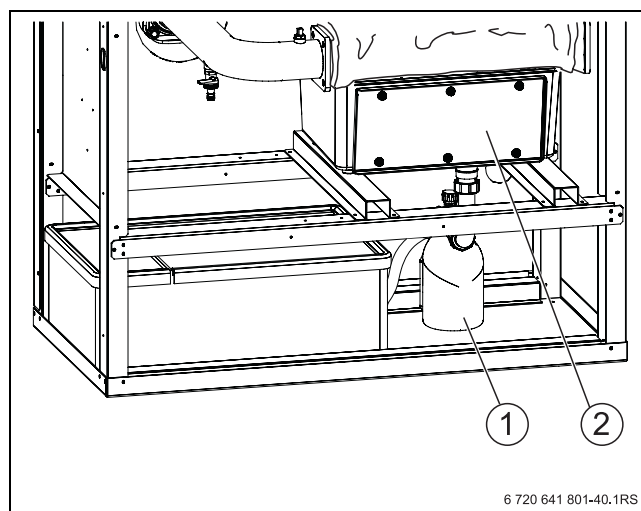

Bild 59 Siphon demontieren
- ▶ Siphon (→ Bild 59, [1]) am Ablauf der Kondensatwanne (→ Bild 59, [2]) demontieren und einen Eimer oder eine Wanne unterstellen.